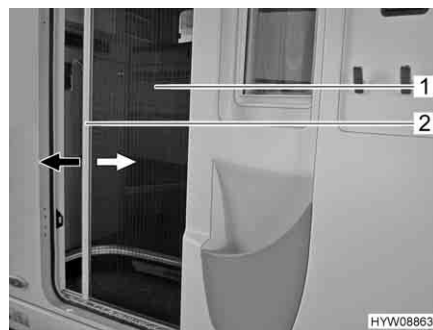

Fig. 22 Protezione contro gli insetti
- Afferrare la barra di presa (Fig. 22,2) con entrambe le mani ed estrarre con movimento uniforme la protezione contro gli insetti (Fig. 22,1) dall'alloggiamento della porta.
- Afferrare la barra di presa (Fig. 22,2) con entrambe le mani e spingere la protezione contro gli insetti (Fig. 22,1) nell'alloggiamento della porta esercitando una leggera pressione.